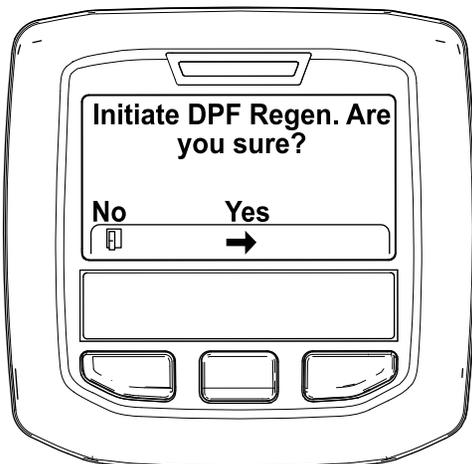

Рисунок 46
4. Когда появится сообщение «Initiate DPF Regen. Are you sure?» («Вы действительно хотите начать регенерацию DPF?»), нажмите среднюю кнопку (Рисунок 46).